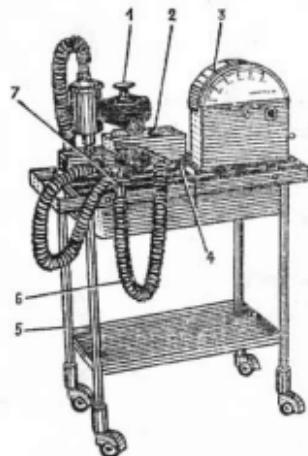

Рис. 1. Приставка:
Приставка (рис. 1 и 2) состоит из следующих основных узлов: меха 1, блока рециркуляции 2, спирометра 3, шланга спирометра 4, столика 5, гофрированных трубок 6, нереверсивного клапана 7.
6.2. Установите приставку на столик и присоедините ее к наркозному аппарату при помощи соединительных трубки, подсоединеной к входному штуцеру приставки (см. рис. 1).